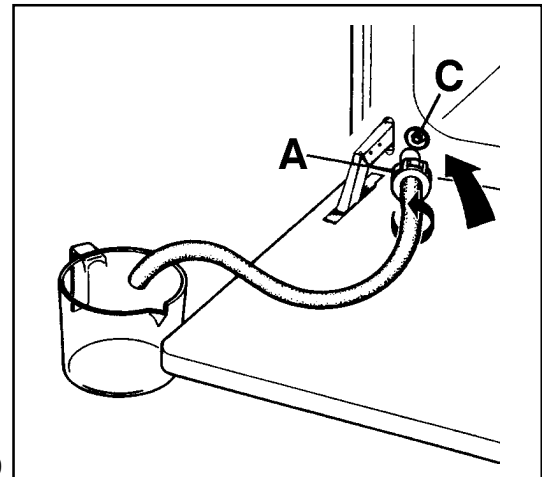

Fig. 19
- Mettez l'extrémité libre de la sonde dans un récipient (fig. 19) quelconque et tournez dans le sens contraire aux aiguilles d'une montre le raccord ("A") pour ouvrir la soupape de vidange ("C").